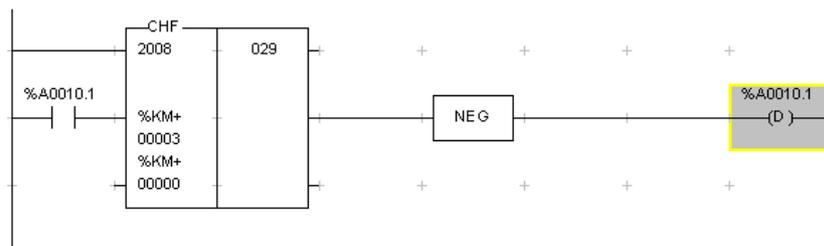

Figura 6-13 Instrução NEG na Saída Erro
- Pode-se usar uma instrução **NEG** na saída de **erro** da CHF para desativar a configuração, como mostrado na figura 6-13: